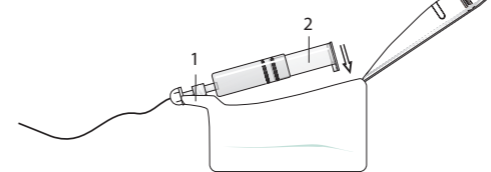

Fig. 3. Colocación de la jeringa en la bomba.
4. Introducir la jeringa dentro de la bomba insertando primero la parte frontal (1). Dejar caer la jeringa de manera que el pistón roscado (2) quede alineado con la rosca (v. Fig. 3).
⑤